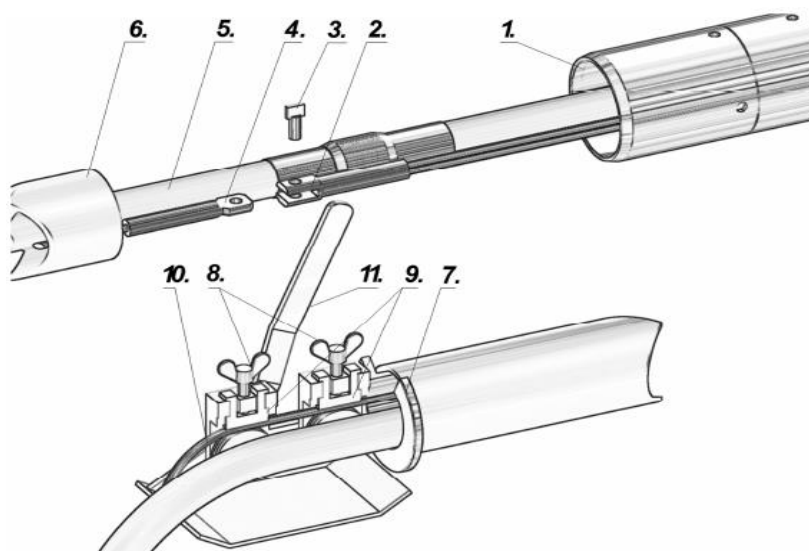

Figura 8.10.1
Aceasta metoda este utilizata pentru instalarea tevilor din plastic intr-una singura (Figura 8.10.1). Racheta MAX trebuie sa fie dotata cu mansou cu conectarea cablului (1), cablu de tragere (10) si placa de prindere cu intinzator (7).